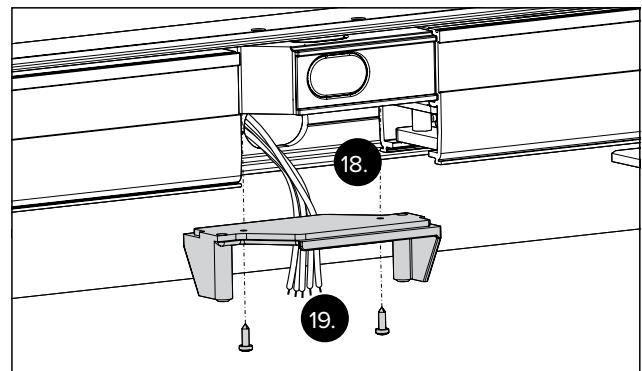

Рис. 24 Установка центрального предохранителя для пальцев
- Вставьте центральный предохранитель для пальцев (рис. 24).
- Затяните винты (рис. 24).